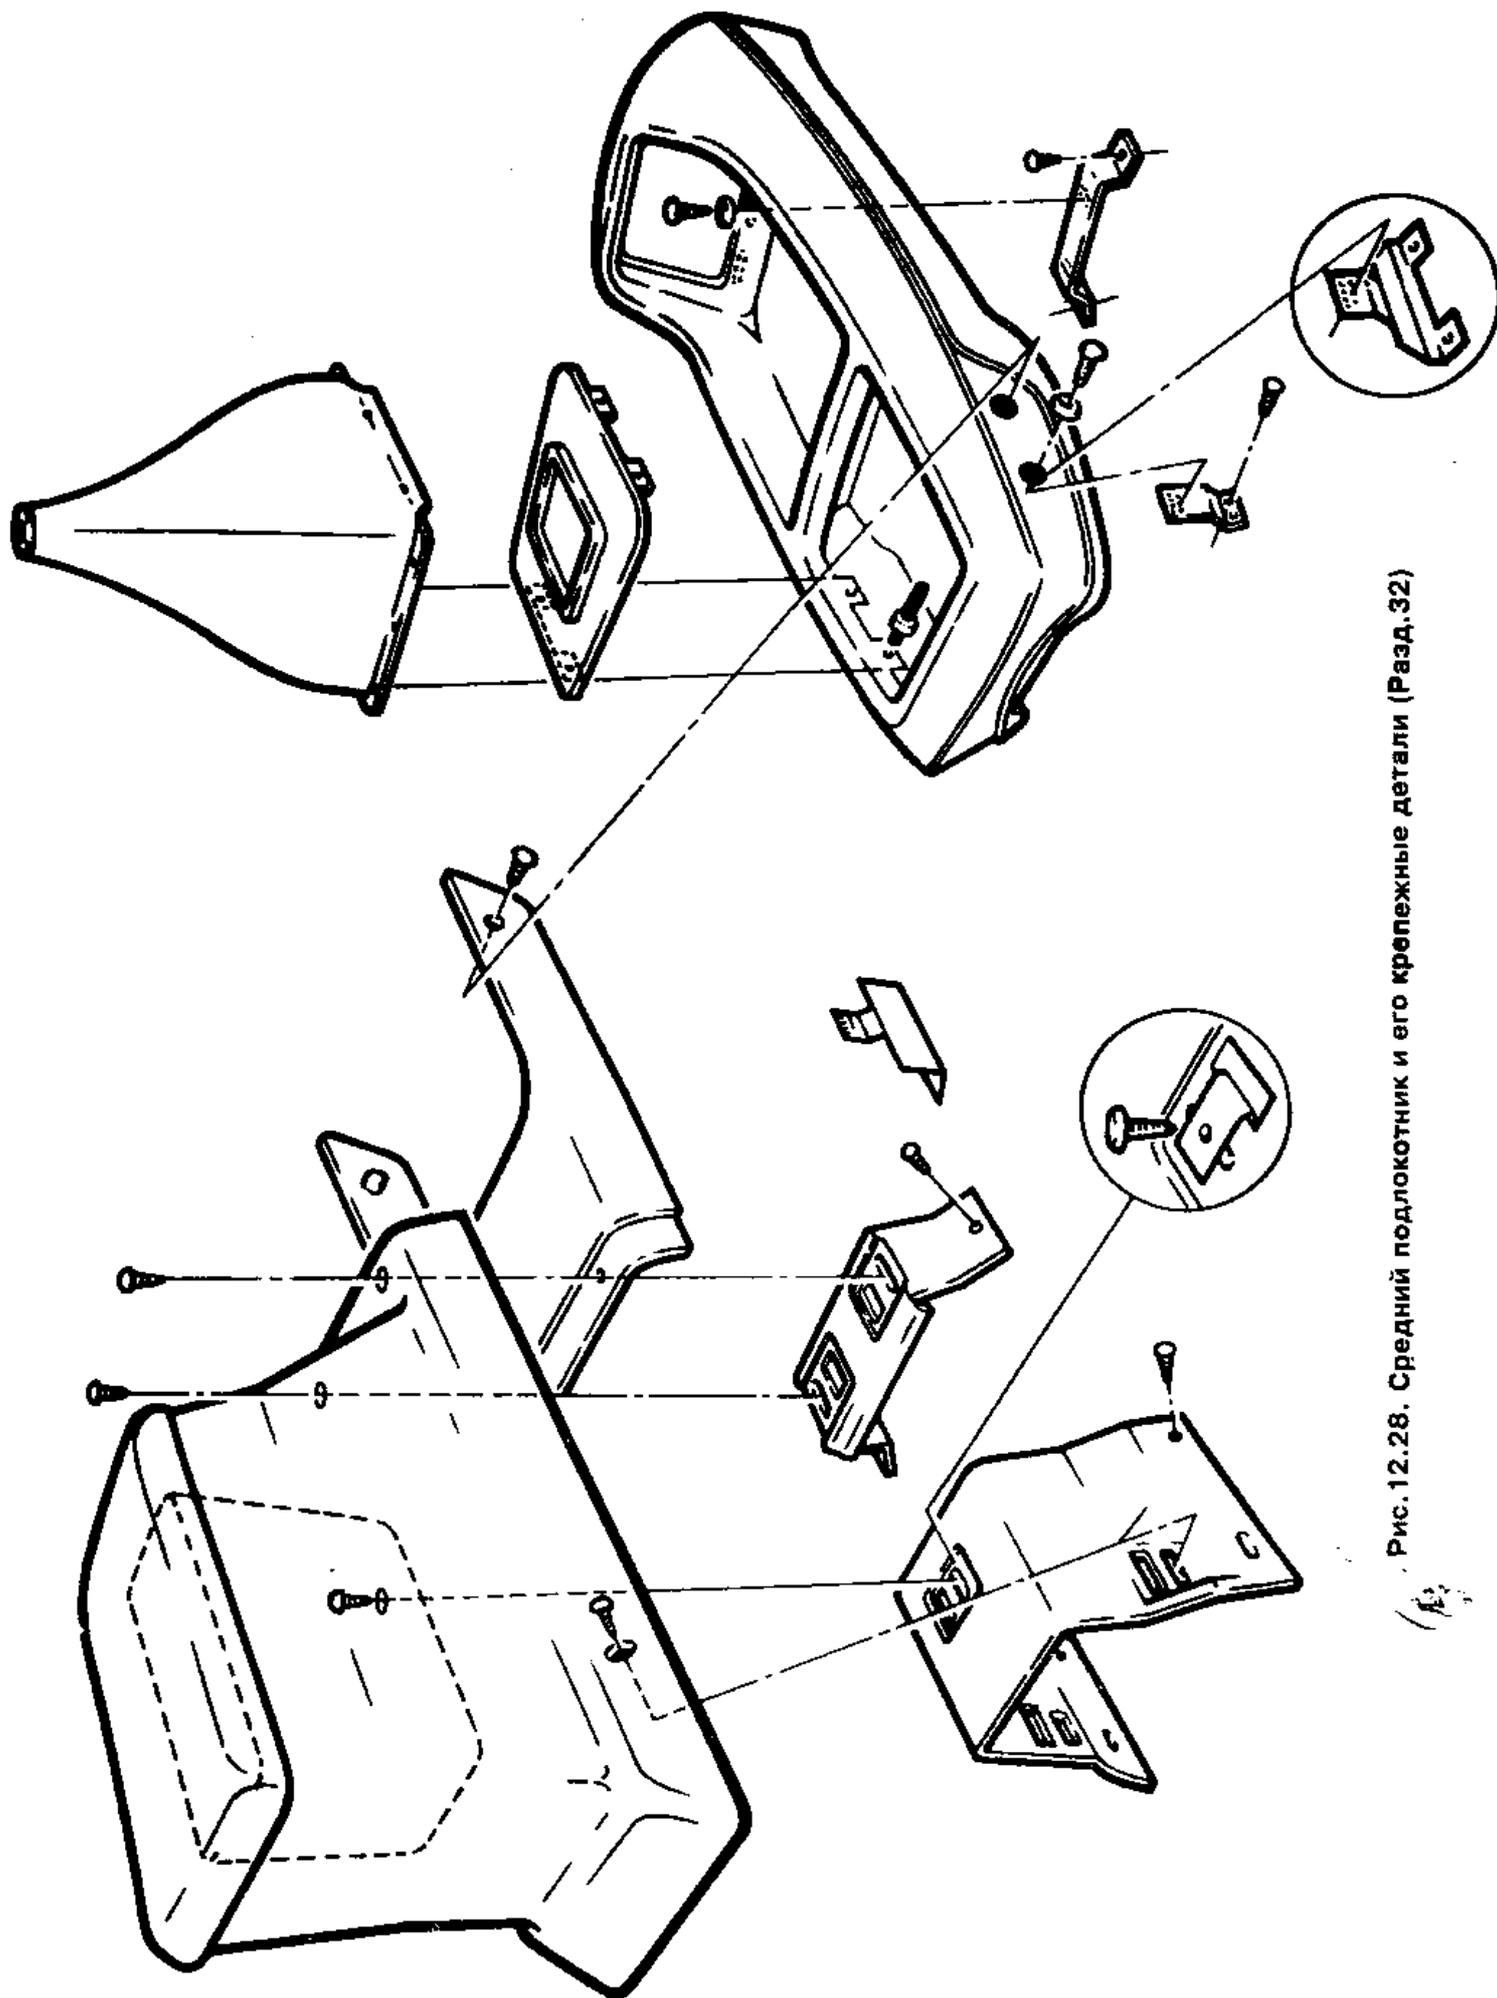

Рис. 12.28. Средний подлокотник и его крепежные детали (Разд. 32)
1. Установите передние сиденья так, чтобы можно было вывернуть два винта, крепящие подлокотник по бокам (Рис.12.28).